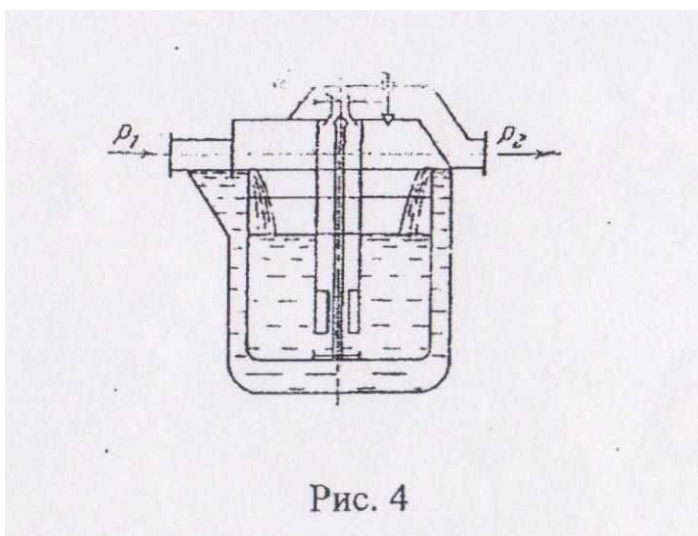

Рис. 4
**14. Конденсатоотводчик с поплавком, открытым сверху (рис. 4), работает на перепаде давлений  $19,68 \cdot 10^4$  Па. Определить наполнение поплавка  $V_x$ , при котором клапан откроется, если известны: емкость поплавка  $V = 5$  л, диаметр отверстия выпускного клапана  $d = 5$  мм и масса поплавка  $m = 1,5$  кг. Плотность конденсата  $\rho_{кд} = 945$  кг/м3**